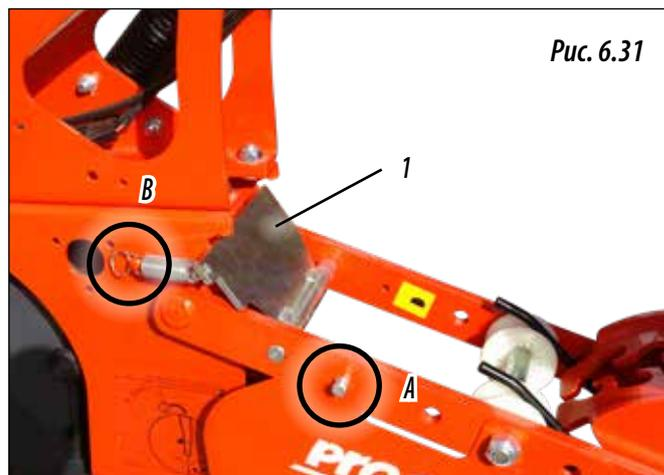

Рис. 6.31
- 1- Поднять сеялку. Зацепить ПРУЖИНУ за упор (B), при этом рычаг (1) передвинется в крайнее положение (рис. 6.31).